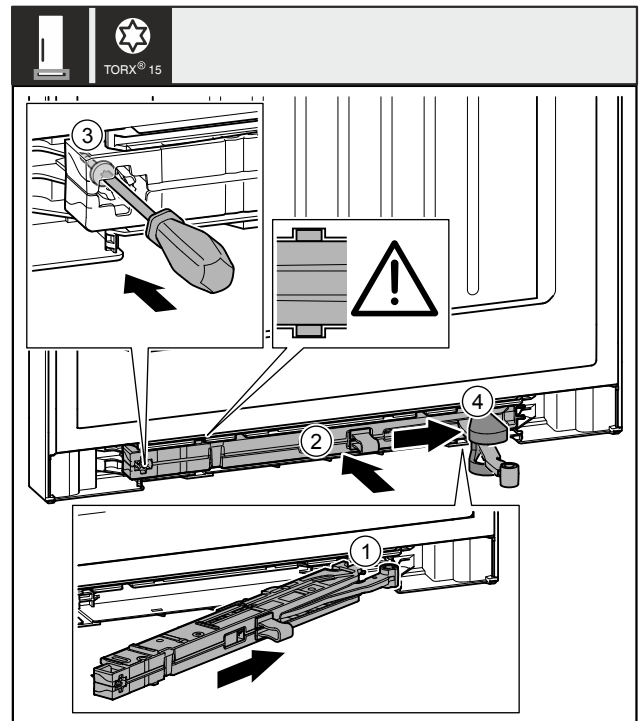

Fig. 46
- Côté support de palier, pousser l'unité d'amortissement de fermeture Fig. 46 (1) jusqu'en butée de biais dans l'évidement.
- Pousser complètement l'unité d'amortissement de fermeture Fig. 46 (2) dans l'évidement.
- Serrer la vis Fig. 46 (3) avec un tournevis.
- Pousser le cache Fig. 46 (4) sur la jointure.